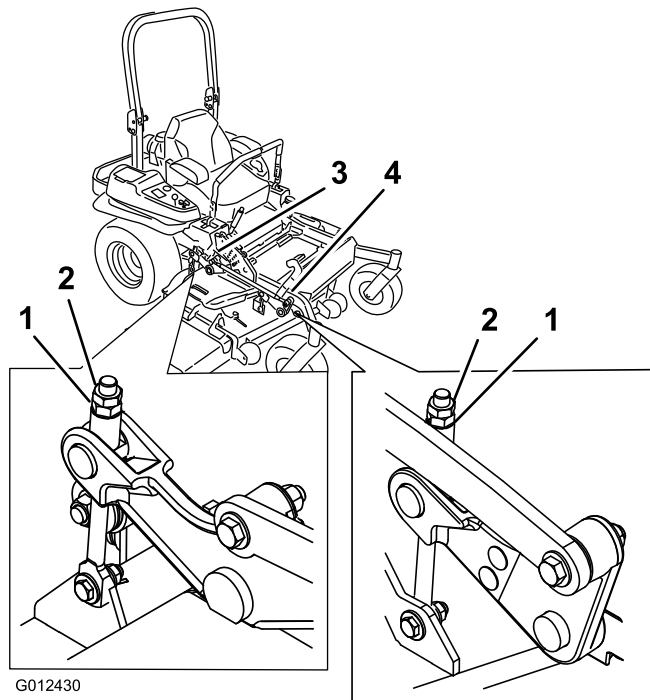

Figure 94
10. Le cas échéant, desserrez le contre-écrou à embase sur le côté de la chape et l'écrou de blocage sur le dessus. Ajustez précisément la vis de réglage en la tournant jusqu'à obtention d'une hauteur de 7,6 cm (3 po) (Figure 94).
- Ajustez précisément la vis de réglage en la tournant jusqu'à obtention d'une hauteur de 8,3 mm (3-1/4 po) (Figure 94).